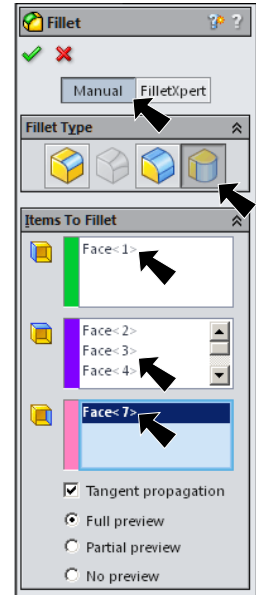

Fig. 11
select **Manual**, **Fig. 11**
**Center Face Set**  box, **Fig. 11**